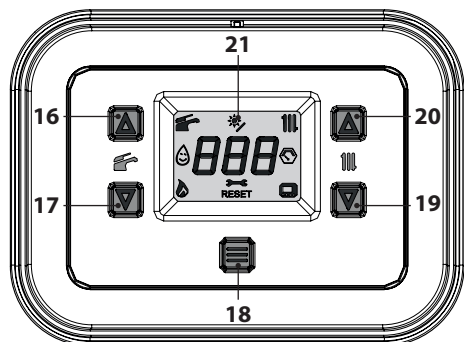
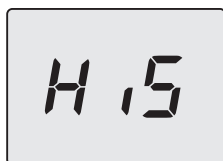
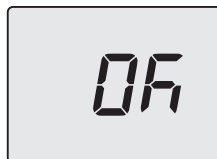
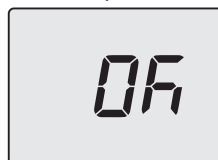

Figura 5.40
Figura 5.41
Figura 5.45
Figura 5.48
- Entrare in "modalità programmazione" premendo contemporaneamente per 5 secondi i tasti 17 e 19 (Figura 5.40) fino a far apparire sul display LCD le lettere **His** che indicano il menu "Storico delle caldaie" (Figura 5.41).
- Premere per 1 sec. il tasto 18 (Figura 5.40) per entrare nel parametro selezionato. Il display visualizzerà quanto segue (Figura 5.44).
- Premendo il tasto 18 (Figura 5.40) si ottiene la conferma del valore inserito. Il display visualizzerà per 5 sec. quanto segue (Figura 5.45) poi, si porterà al livello superiore.
- Premendo contemporaneamente i tasti 17 e 19 (Figura 5.40) si esce senza modificare il valore (ritorno al livello precedente).
- tenere premuti contemporaneamente i tasti 17 e 19 per 5 sec. (Figura 5.40) (ritorno al livello precedente).
- Premere per 1 sec. il tasto 18 (Figura 5.40) per entrare nel parametro selezionato. Il display visualizzerà quanto segue (Figura 5.47).
- Premendo il tasto 18 (Figura 5.40) si ottiene la conferma del valore inserito. Il display visualizzerà per 5 sec. quanto segue (Figura 5.48) poi, si porterà al livello superiore.